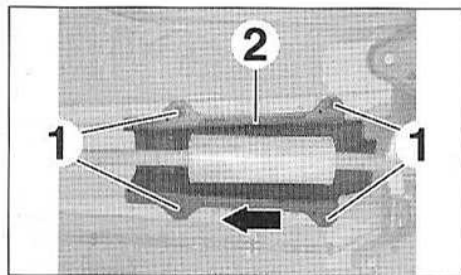

FIG.15
- les clips (1) (Fig.15),
- l'écran thermique (2) (Suivant la flèche).